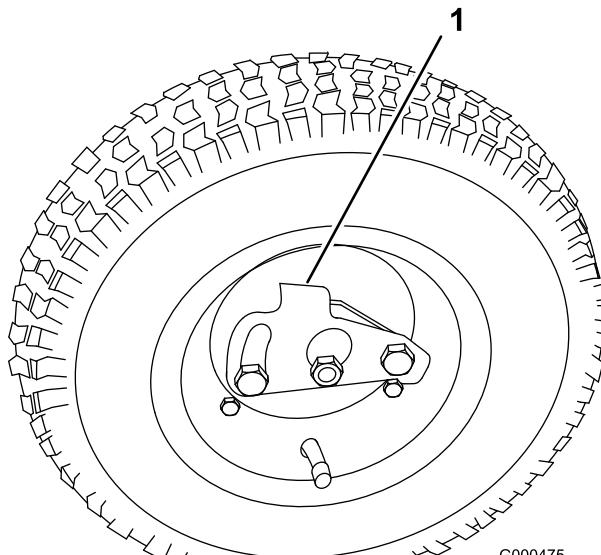

図 16
2. 車輪についているロッククリップが車軸に掛かるようにして車輪を六角シャフトに通す(図 16)。